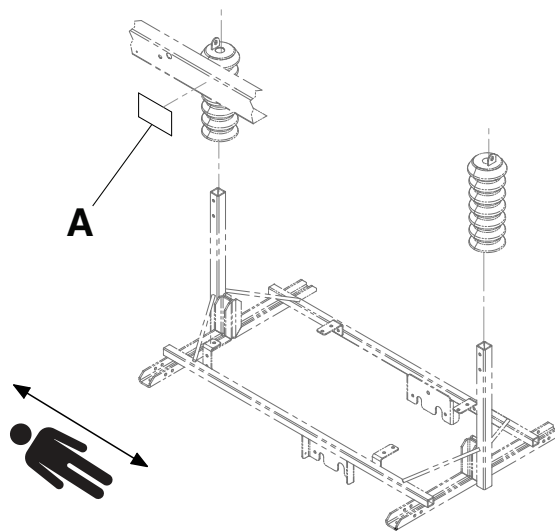

Figura 2 – Localização do número de série
Pode encontrar o número de série (A) na extremidade do lado dos pés da estrutura da cama (Figura 2).